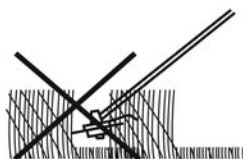
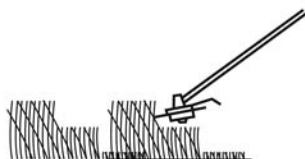

Fig. 27
Fig. 28
- > Nunca tente cortar toda a relva de uma só vez: avance sempre em fases (fig. 27). Isto irá permitir alcançar melhores resultados (fig. 28).